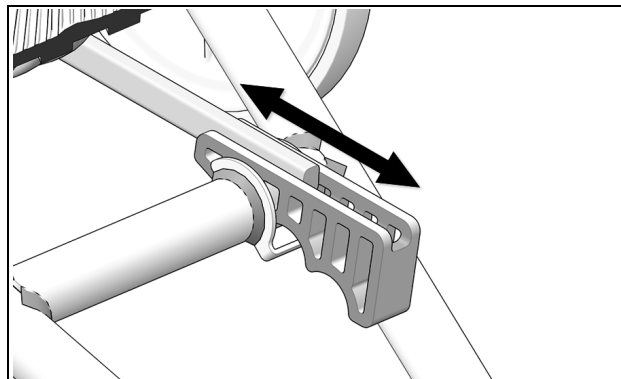

Figure 13
- Positionner la came tendeur au logement de bras de suspension. Glisser la came vers l'avant ou l'arrière pour ajuster la suspension à la fermeté désirée. Voir Figure 13.